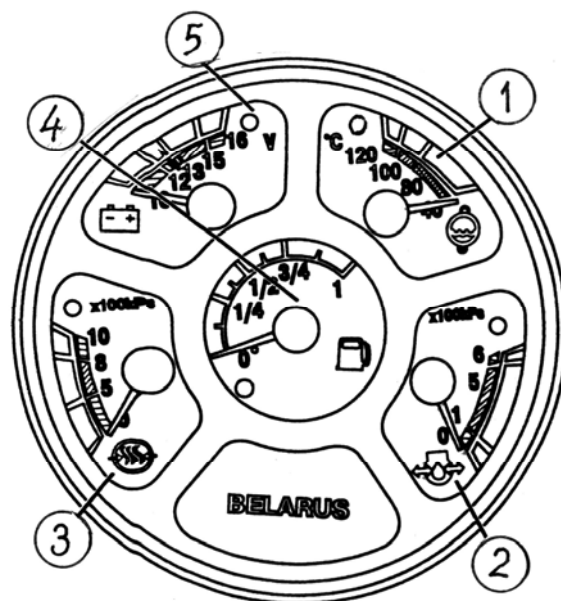

Рис. 9.
2. Указатель температуры (1), рис. 9, работает в комбинации с датчиком температуры терморезисторного типа ВК1 (ДУТЖ- 02М, диапазон сопротивления 243...22,5 Ом).